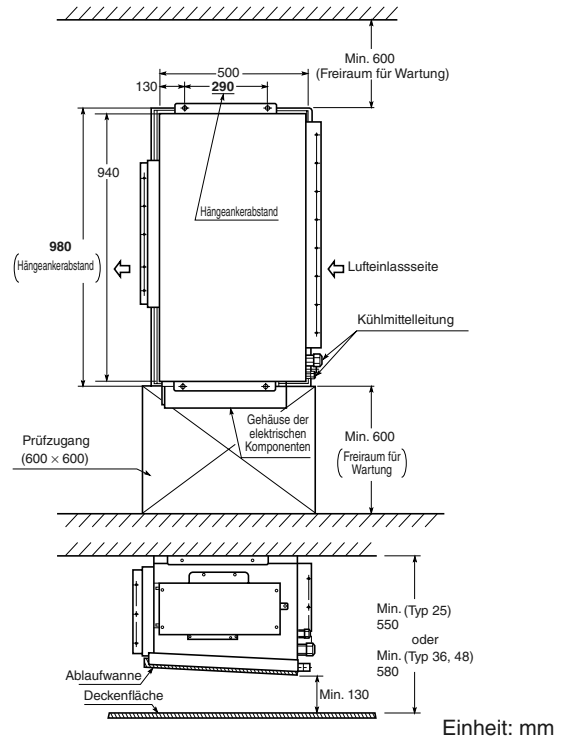

Abb. 3-167
- Die erforderlichen Mindestabmessungen für Installation und Wartung sind Abb. 3-167 angegeben.
- (1) Bevor die Einheit im Innern der Decke positioniert wird, muss der Hängeankerabstand bestimmt werden, basierend auf den Abmessungen in Abb. 3-167.